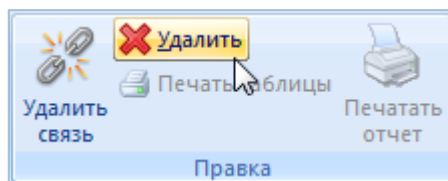

Рис. 14-4 – Кнопка «Удалить» панели «Правка»
- 3) Нажать кнопку «Удалить» панели «Правка» (рис. 14-4).